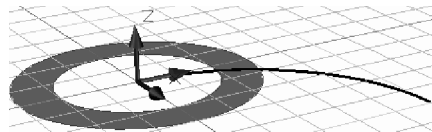

Fig. 9.35 Crearea regiunii plane generatoare
- Se generează o regiune plană din zona cuprinsă între cele două cercuri – vezi Fig. 9.35.